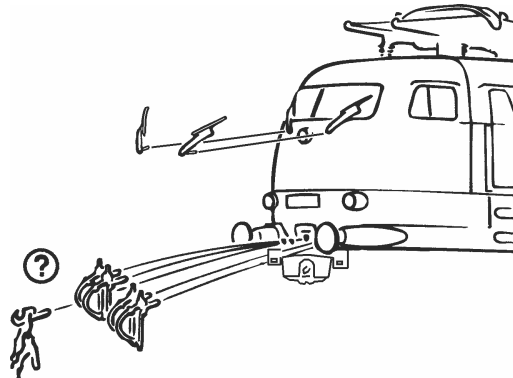
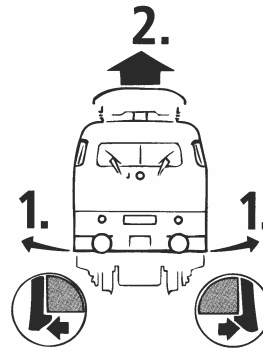

Fig. 3
Fig. 4
1. Reinigung der Radstromkontakte: Radstromkontakte können auf unsauberer Schienen leicht verschmutzen. Bitte **entfernen Sie vorsichtig** mit einem kleinen Pinsel **den Schmutz** an den in Fig. 7 gekennzeichneten Stellen. Dazu zuerst den Getriebedeckel abnehmen (Fig. 4).
2. Schmierung: Versehen Sie die im Schmierplan in Fig. 8 gekennzeichneten Stellen mit nur **kleinen Öltropfen**. Dazu zuerst das Lokgehäuse abnehmen (Fig. 3). Wir empfehlen den **ROCO-Öler** Art. Nr. **10906**. Zur Schmierung der Getriebeteile (Zahnräder, Schnecke - Fig. 4) empfehlen wir das **ROCO-Spezialfett 10905**. Im Falle der Schmierung diese Teile bitte nicht ölen.
3. Haftreifenwechsel: Zuerst den Getriebedeckel abnehmen (Fig. 4). Danach den Radsatz herausnehmen und den **Haftreifen** mit einer Nadel oder einem feinen Schraubendreher abziehen (Fig. 10 bzw. 7). Beim Aufziehen des neuen Haftreifens bitte darauf achten, dass dieser sich **nicht verdreht**.
4. Kohlebürstenwechsel: Lokgehäuse abnehmen (Fig. 3). Danach wird der **Motor ausgebaut** und die **Kohlebürsten ausgewechselt** (Fig. 9).
Pour graisser les engrenages (roues dentées, vis sans fin - fig. 4) nous vous conseillons la **graisse spéciale Roco ref. 10905** pour engrenages en matières synthétiques. Lorsque vous utilisez cette graisse il faut éviter d'huiler ces composants.
3. Échange des bandages d'adhérence: Démontez d'abord le couvercle du carter des engrenages (fig. 4). Délogez ensuite les essieux bandagés et enlevez, à l'aide d'une aiguille ou d'un tourne-vis fin les bandages d'adhérence (fig. 10 bzw. 7). Lors du montage des nouveaux bandages veuillez veiller à ce que les bandages **ne soient pas tordus**.
4. Remplacement des balais du moteur: Démontez la caisse (voir fig 3). Démontez ensuite le moteur et échangez le balais (fig. 9).
2. Lubrication: Apply **tiny oil drops** to spots marked in fig. 8. Prior to lubrication dismantle locomotive (fig. 3). We recommend using item no. **10906, Roco oiler**. For lubrication the gear-parts (e.g. cog-wheels, worm - fig. 4) we would recommend our Roco **special grease** (item No. **10905**).
3. Change of traction tyre: Remove **gear cover** (fig. 4). Take out **wheel set** and remove **traction tyre** using a pin or a fine screwdriver (fig. 10 bzw. 7). When pressing on the new traction tyre please **avoid twisting it**.
4. Carbon Brush Changing: First **remove** loco body (fig. 3), and then the **motor** (fig. 9).
1. siehe } Fig. 3